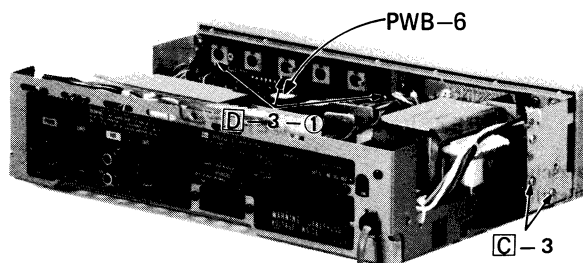
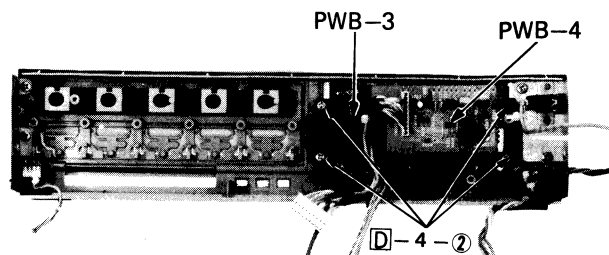

Figure 4-4
Figure 4-5
- ①. Remove three screws at the switch P.W.B., and take the P.W.B. off. See Fig. 4-4.
- ①. Remove the front panel as stated in "C REMOVAL OF FRONT PANEL".
- ②. Remove four screws at the control P.W.B., and take the P.W.B. off. See Fig. 4-5.
- ① Die drei Schrauben an der Schalterleiterplatte entfernen und die Leiterplatte entsprechend abnehmen. Siehe Abbildung 4-4.
- ① Die Frontplatte des Geräts gemäß dem Abschnitt "C ENTFERNEN DER FRONTPLATTE" entsprechend entfernen.
- ② Die vier Schrauben der Reglerleiterplatte entfernen und die betreffende Leiterplatte abnehmen. Siehe Abbildung 4-5.
- ① Déposer les trois vis de la PMI de commutation et déposer la PMI. Voir la Fig. 4-4.
- ① Déposer le panneau avant comme l'indique la section "C DEPOSE DU PANNEAU AVANT".
- ② Déposer les quatre vis de la PMI de commande et déposer la PMI. Voir la Fig. 4-5.